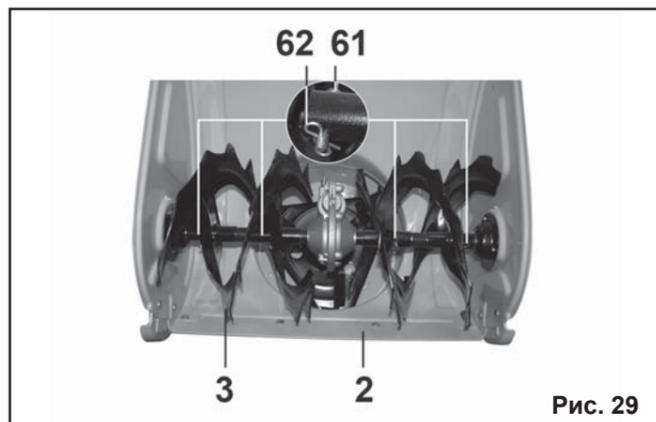

Рис. 29
**9.10. Замена срезных штифтов (Рис.29).**